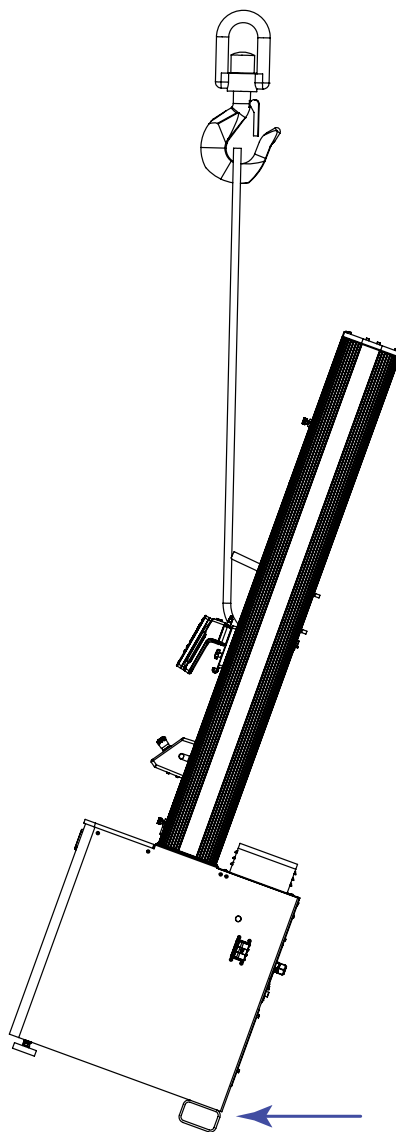

Figura 24. Raddrizzamento del telaio di prova di carico
5. Sollevare lentamente il telaio in posizione verticale (consultare la Figura 24 a pagina 84).
Durante il sollevamento, assicurarsi che le uniche parti a contatto con lo scivolo di spedizione o con il pavimento siano le staffe tubolari nella parte posteriore della base del telaio (indicate dalla freccia nella Figura 24 a pagina 84).